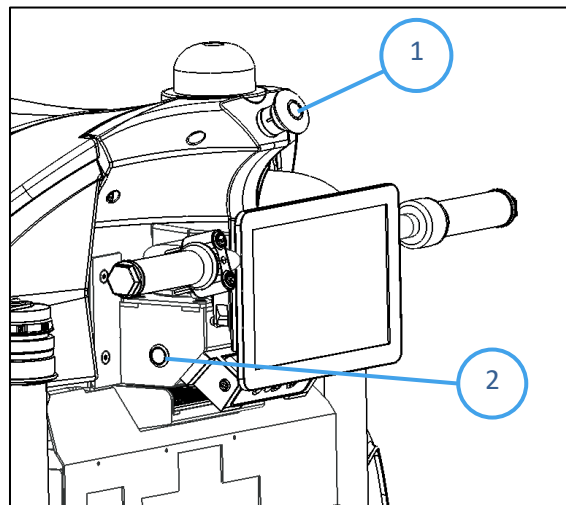

Fig. 1
1. Un bouton d'urgence rouge est situé à l'arrière du robot (Fig. 1 - 1).